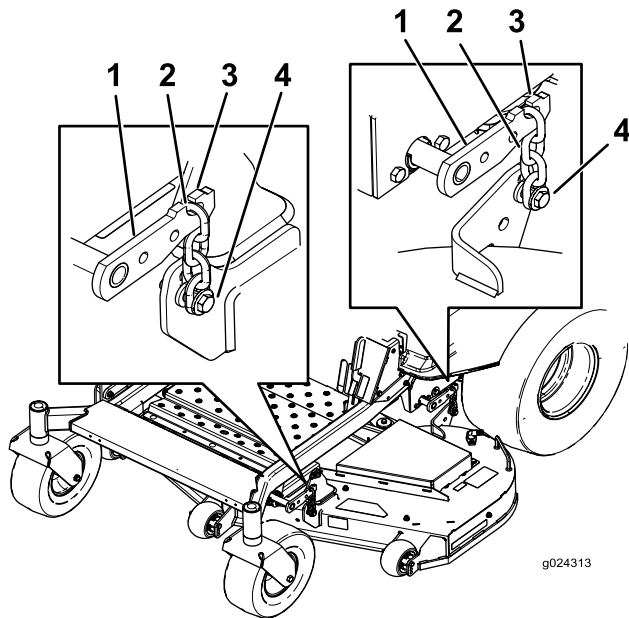

Figura 75
- Afloje los pernos de ajuste en las cuatro esquinas, hasta que la carcasa quede bien asentada sobre los cuatro bloques (**Figura 75**).
- Asegúrese de que las cuatro cadenas están tensadas (**Figura 75**).
- Apriete los cuatro pernos de ajuste (**Figura 75**).